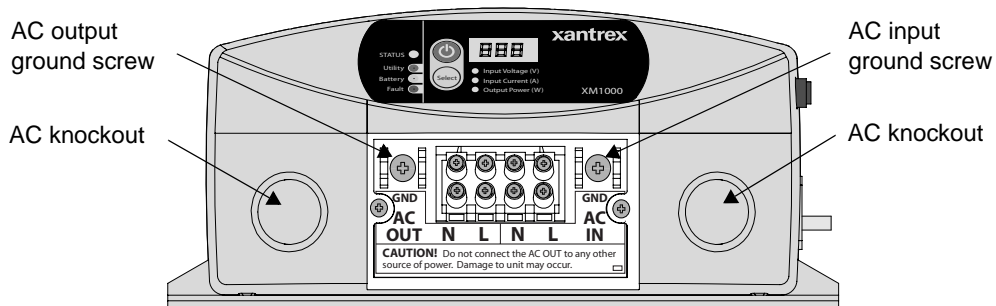

Figure 3-5 Compartiment de câblage XM 1800 CA
5. Retirez la découpe de câblage CA du côté droit de l'avant de l'unité (voir Figure 3-5 à la page 3–16).
Une vis séparée est fournie pour connecter la terre d'entrée CA (voir Figure 3-5 à la page 3-16).